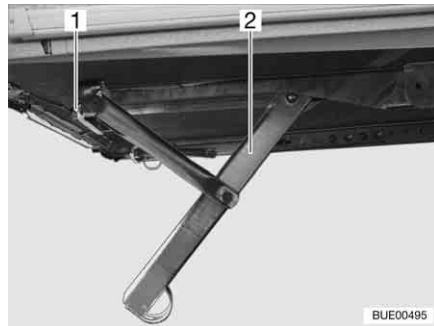
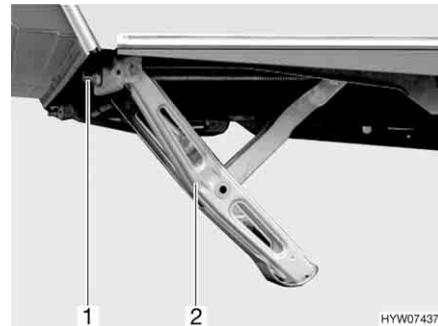

Fig. 17 Stabilisateur abaissé (variante 1)
Fig. 18 Stabilisateur abaissé (variante 2)
- Pour cela, placer la manivelle livrée en série avec la caravane sur l'écrou à six pans (Fig. 17,1 ou Fig. 18,1) du stabilisateur (Fig. 17,2 ou Fig. 18,2).